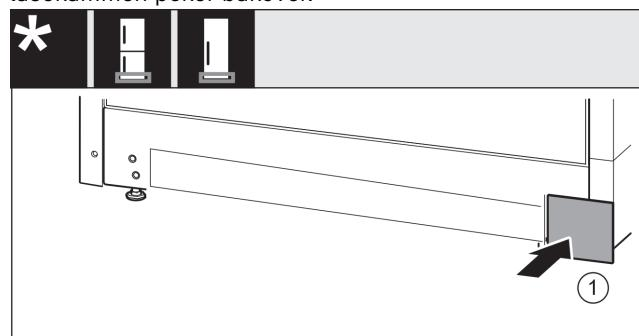

Fig. 17
- Sett dekselet Fig. 17 (1) tilbake på den andre siden.